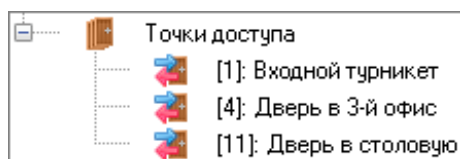

Рисунок 6-754 Точки доступа в составе приведенного в пример объекта
- Точки доступа (см. Рисунок 6-754):